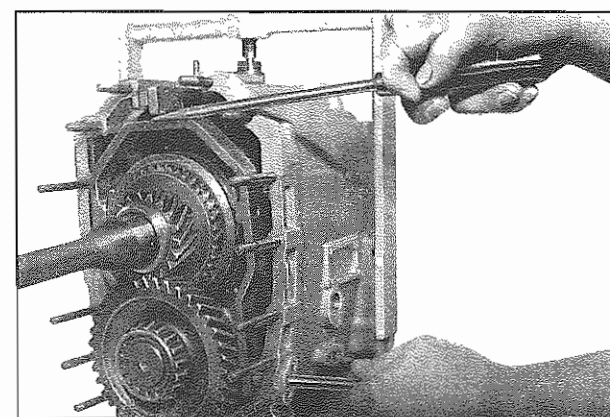

Fig. 47 - Spingere i perni di articolazione attraverso i fori della scatola e delle forcelle di comando
- Spingere i perni di articolazione **(619, 618, 614)** attraverso i fori della scatola e delle forcelle di comando. Allo scopo è opportuno sollevare con un cacciavite le forcelle in modo da allineare i fori **(Fig. 47)**. Sotto i due perni **(614 e 618)** bisogna mettere le guarnizioni **(615 e 616)**. Avvitare e serrare le viti a testa esagonale **(612)** con le rosette **(613)**.
- Slide joint pins **(619, 618, 614)** through bores of housing and shift forks. It will be of advantage to lift forks with a screw driver for better alignment of bores **(Fig. 47)**. Place seals **(615 and 616)** underneath the two joint pins **(614 and 618)**. Screw-in hex. screws **(612)** with spring washers **(613)** underneath and tighten.